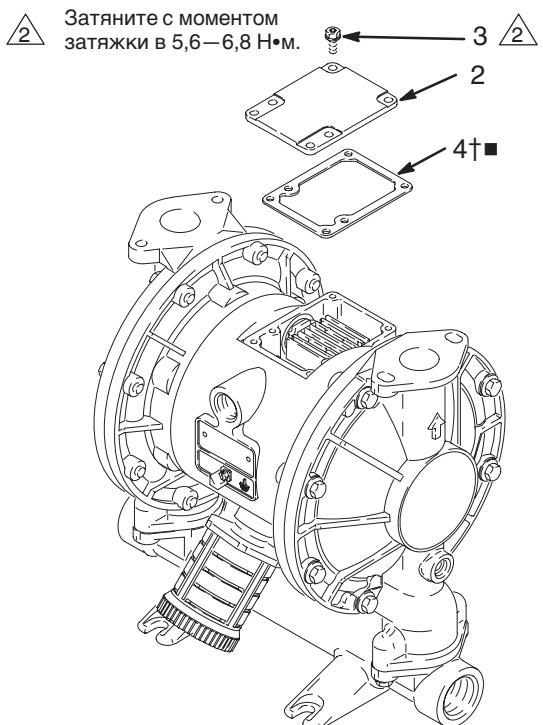

Рис. 8
2. С помощью отвертки с головкой под звездообразный ключ (T20) или торцового ключа на 7 мм выкрутите шесть винтов (3), снимите крышку воздушного клапана (2), и прокладку (4). См. Рис. 8.
10. Совместите прокладку клапана (4†■) и крышку (2) с шестью отверстиями в центральном корпусе (1). Закрепите шестью винтами (3) с помощью отвертки с головкой под звездообразный ключ (T20) или торцового ключа на 7 мм. Момент затяжки составляет 5,6–6,8 Н•м. См. Рис. 8.